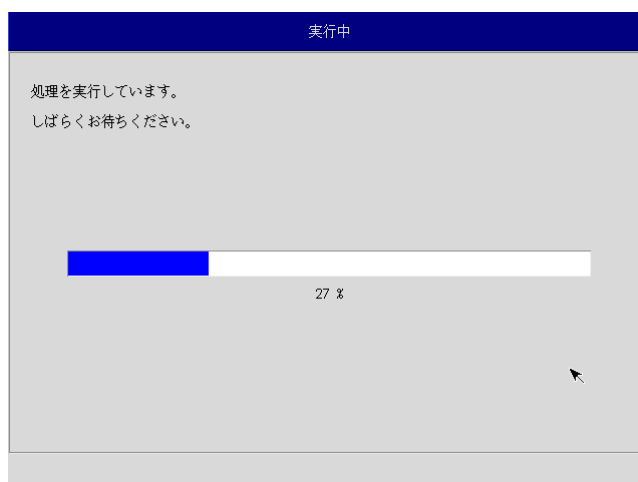

図 6-4-5. 実行中画面
- ⑩ 実行中画面（図 6-4-5）が表示され、処理が開始されます。実行中はDVDドライブ、保存メディアを外さないでください。また、電源を落とさないようにしてください。